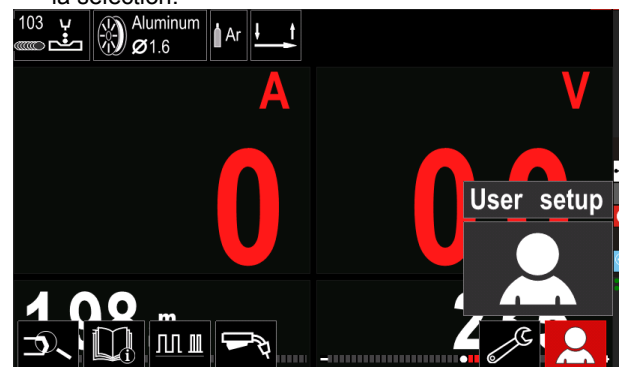

Figure 13.
- Accéder à la configuration de l'utilisateur (voir Figure 13).